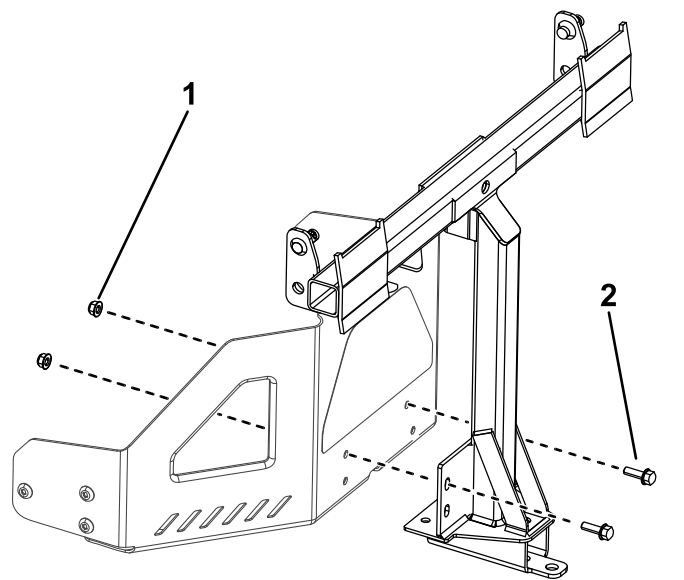

図 6
2. ピボットフレームを機体フレームに、図 6のように取り付ける。ピボットフレームを固定するボルト 5/16 x 1" 2本とロックナット 5/16" 2個を使用する。